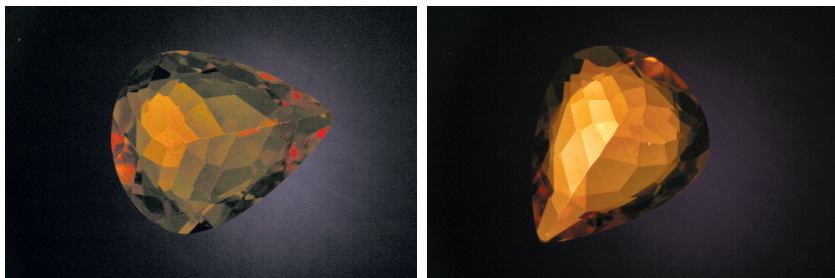

图 1. 在左侧，宝石发暗，但在宝石旋转时会变亮(右)。
双折射 (DR) 或伪双折射 (ADR): 如果宝石每隔 90° 从暗到亮交替变化 (见图 1), 则表明它是双折射宝石, 或者是一种表现出伪双折射的单折射宝石。要确认宝石为双折射宝石, 请将宝石旋转到最亮的位置, 然后将检偏振滤镜从深暗位置旋转到明亮位置。如果在转动检偏振滤镜时宝石亮度保持不变或看上去更暗, 则为双折射宝石。如果在旋转检偏振滤镜时宝石亮度变强, 那么它就是内应力表现出伪双折射的单折射宝石。